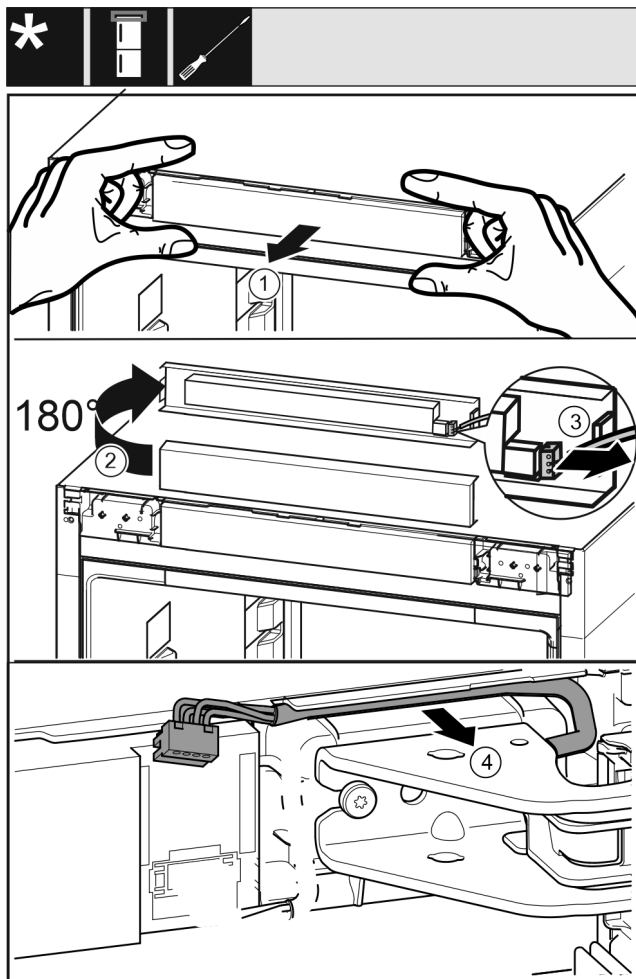

Fig. 19
- ▶ Внимателно освободете напред капачката с елементите за управление на уреда. Fig. 19 (1)
- ▶ Завъртете капачката с елементите за управление нагоре на 180°. Fig. 19 (2)
- ▶ Натиснете фиксиращия палец назад и внимателно издърпайте щекера. Fig. 19 (3)
- ▶ Внимателно освободете кабела над лагерната стойка от водача. Fig. 19 (4)